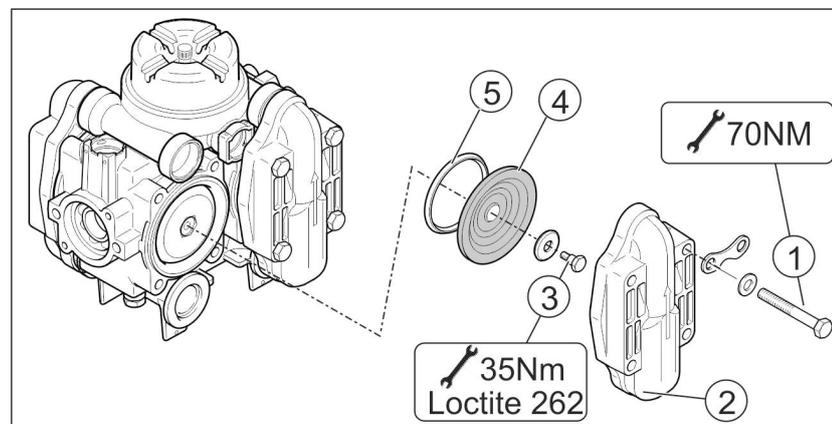

Fig. 195
- Überprüfen Sie die Kolbenmembrane (Fig. 195/8) mindestens einmal jährlich durch Demontage auf ihren einwandfreien Zustand.
- Achten Sie auf die jeweilige Einbaulage der saug- und druckseitigen Ventile, bevor Sie die Ventilgruppen (Fig. 195/5) herausnehmen.
- Tauschen Sie grundsätzlich alle Kolbenmembrane (Fig. 195/8) aus, auch wenn nur eine Kolbenmembrane gequollen, gebrochen oder porös ist.
2. Muttern (Fig. 195/1, 2) entfernen.
3. Saug- und Druckkanal (Fig. 195/3 und Fig. 195/4) abnehmen.
4. Ventilgruppen (Fig. 195/5) herausnehmen.
5. Entfernen Sie die Muttern (Fig. 195/6).
6. Nehmen Sie den Zylinderkopf (Fig. 195/7) ab.
7. Überprüfen Sie die Kolbenmembrane (Fig. 195/8).
- Befestigen Sie die Kolbenmembrane (Fig. 195/8) derart mit Haltescheibe und Schraube (Fig. 195/11) am Kolben (Fig. 195/9), dass der Rand zur Zylinderkopfseite (Fig. 195/7) weist.
- Die Muttern (Fig. 195/1,2) unbedingt kreuzweise mit dem angegebenen Drehmoment anziehen. Unsachgemäßes Anziehen der Schrauben führt zu Verspannungen und somit zur Undichtigkeit.
1. Schraube (Fig. 195/11) lösen und Kolbenmembrane (Fig. 195/8) zusammen mit der Haltescheibe vom Kolben (Fig. 195/9) abnehmen.
3. Nehmen Sie den Zylinder (Fig. 195/10) aus dem Pumpengehäuse heraus.
6. Setzen Sie den Zylinder (Fig. 195/10) wieder in das Pumpengehäuse ein.
7. Kolbenmembrane (Fig. 195/8) montieren.
8. Zylinderkopf (Fig. 195/7) an Pumpengehäuse anflanschen und Schrauben (Fig. 195/6) gleichmäßig über Kreuz anziehen.
9. Ventilgruppen (Fig. 195/5) nach Prüfung und Reinigung montieren.
11. Saug- (Fig. 195/3) und Druckkanal (Fig. 195/4) an das Pumpengehäuse anflanschen.
12. Ziehen Sie die Muttern (Fig. 195/1,2) kreuzweise mit einem Drehmoment von **25 Nm (BP 160-185) / 20 Nm (AR 250-280)** an.